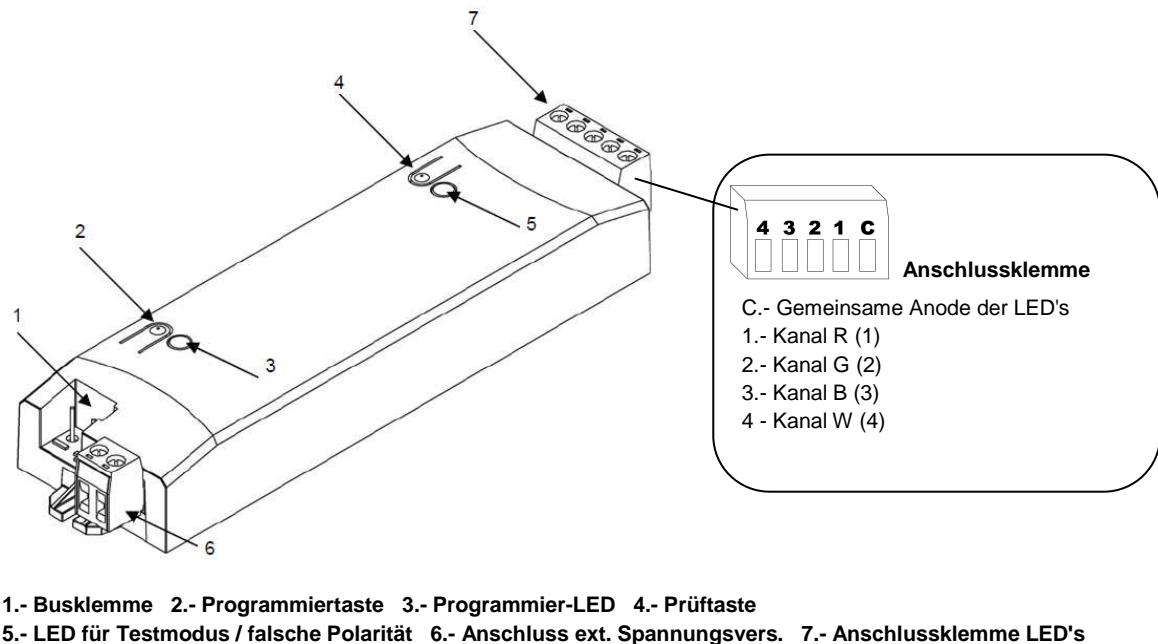

Bild 1.2 Anschlussschema LUMENTO X4
Im Bild 1.2 wird das Anschlussschema des LUMENTO X4 dargestellt:
Ferner befindet sich eine zweite Schraubklemme (7) im Lieferumfang, zum Anschluss des LED-Moduls an die einzelnen Kanäle (Farben) und den gemeinsamen Anschluss (+V) des Kontrollers. Im Bild 1.2 sind diese Klemme und ihre entsprechenden Anschlüsse dargestellt. (*Hinweis: Die LED's und die Versorgungsspannung können an den Klemmen angeschlossen werden bevor diese an den Kontroller angesteckt werden*).